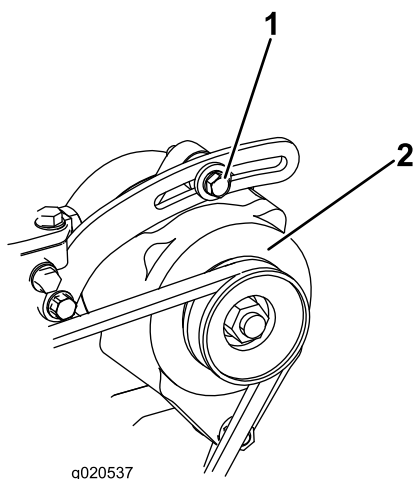

図 87
1. たわみが 10mm でない場合には、オルタネータ取り付けボルトをゆるめる 図 87。